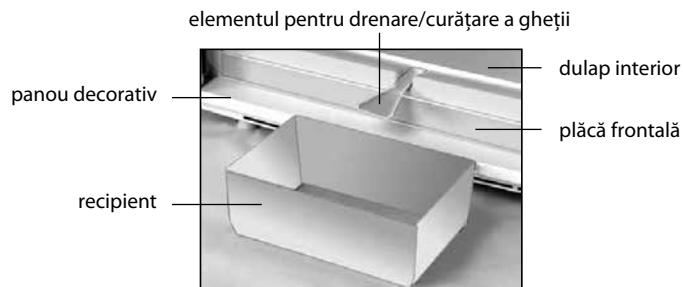

Figura 5 – Recoltarea apei provenite
– să îndepărtați apa rezultată în urma topirii, instalând în conformitate cu figura 5 elementul de masă plastică pentru drenare / pentru curățare a gheții și orice vas recipient cu volumul nu mai puțin de 2 l;
**SE INTERZICE** să decongeleți congelatorul fără utilizarea elementului pentru drenare instalat în conformitate cu figura 5. Apa rezultată în urma topirii care se scurge din cameră afară de elementul pentru drenare, pătrunzând în locul de alăturare a plăcii frontale la dulapul interior în conformitate cu figura 5, poate provoca coroziunea dulapului exterior al congelatorului și a elementelor agregatului frigorific, defectarea izolației termice, formarea crăpăturilor dulapului interior și defectarea dulapului congelatorului.